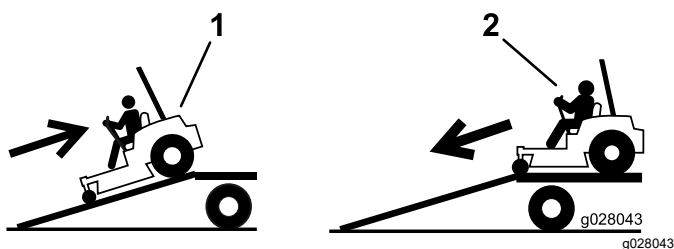

Figura 36
4. Suba a rampa em marcha atrás (Figura 36).
2. Desça a rampa em marcha para a frente (Figura 36).